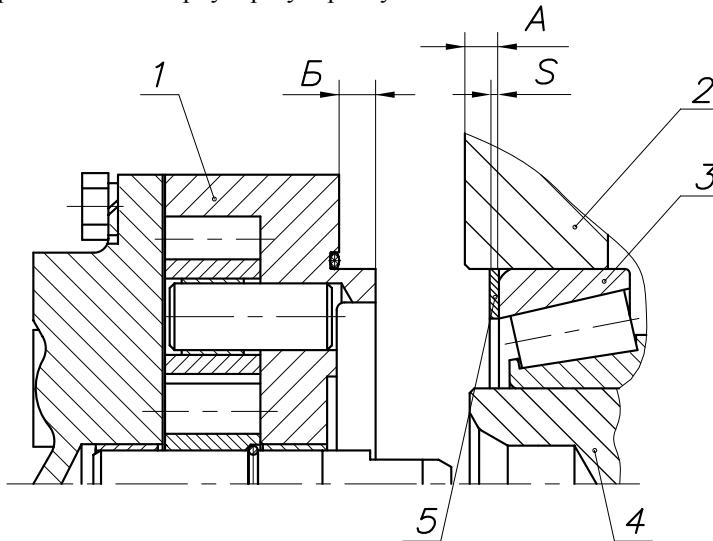

Рис.107:
5.1 Установить в расточку картера коробки передач наружное кольцо переднего подшипника промежуточного вала, после чего замерить абсолютную величину размера А (между торцами картера и наружным кольцом подшипника) рис. 107. При этом, наружное кольцо заднего подшипника промежуточного вала должно быть плотно (под усилием собственного веса вала) прижато к торцу проставки демультиплексатора, а наружное кольцо переднего подшипника - к роликам. Перед замером промежуточный вал провернуть не менее пяти оборотов.